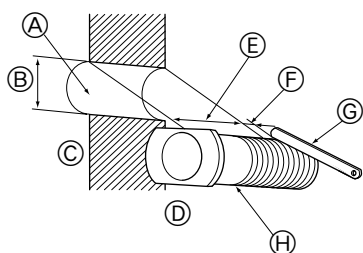

Fig. 3-6
3.4.1. Procedimento para fazer orifícios (Fig. 3-6)